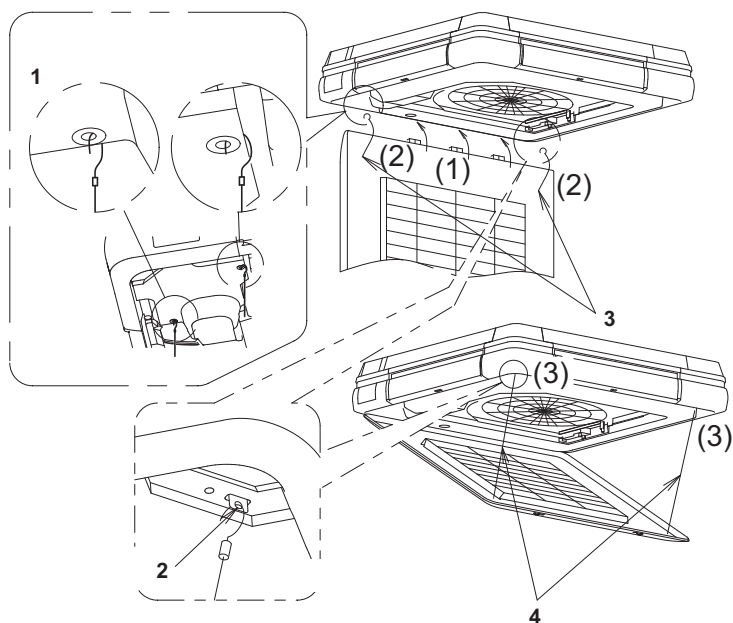

Bild 49
- När du monterat insugsgallret i motsatt ordning enligt "**4. FÖRBEREDELSE FÖRE INSTALLATION**" – **(3)** (Se bild 49-(1)), kroka fast linan (a) som förhindrar att insugsgallret faller (**se bild 49-(2)**).
- Kroka i linan (b) som förhindrar att insugsgallret faller ned. (**Se bild 49-(3)**)